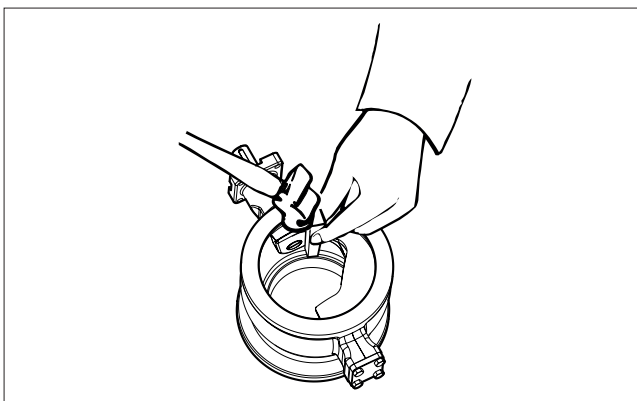

Abb. 32 Sichern mit einem Kunststoffdurchschlag
- Prüfen Sie mit einem Kunststoffdurchschlag, dass der Sitz richtig platziert ist und sich frei bewegen kann, Abb. 32.